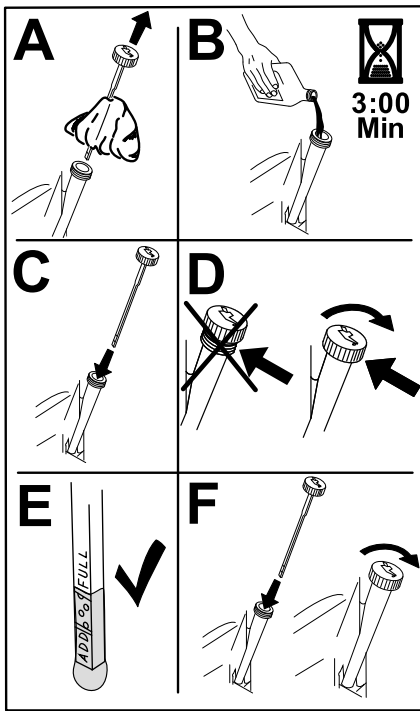

Figura 51
- Vierta lentamente un 80% aproximadamente del aceite especificado por el tubo de llenado, luego añada lentamente el resto del aceite hasta que llegue a la marca Lleno (Figura 51).